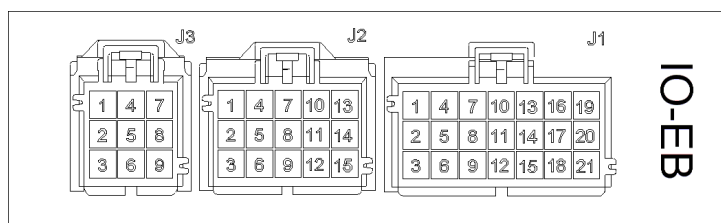

FIGURE 4
- À l'intérieur du compartiment de l'évaporateur : extraire le circuit A54J1.4 du module EA54, connecteur J1 logement # 4 (Figure 4 & Figure 5). Jeter cette section du circuit.